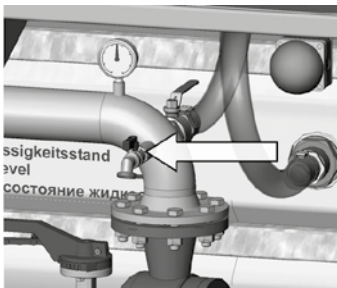

Abb. 28 Probenentnahmehahn zur Kontrolle der Konsistenz der Bohrspülung
3. Die Bentonitsäcke können Sie an der Zackenleiste in der Mitte des Einfüllrostes aufreißen (2). Achten Sie darauf, sich dabei nicht zu verletzen.
5. Es wird nun Bentonit eingesaugt und mit dem zirkulierenden Wasser vermischt. Die Menge des zugeführten Bentonits kann mit der Absperrklappe (5) reguliert werden.
6. Während des Mischvorgangs kann die Konsistenz (Dicke) der Bohrspülung durch Probenentnahme am Probenentnahmehahn über der Pumpe (Abb. 28) überprüft werden. Füllen Sie so lange Bentonit in den Einfülltrichter nach, bis die gewünschte Konsistenz erreicht ist.